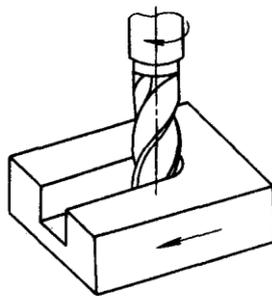

图 C-90 用立铣刀铣半通槽
2. 用立铣刀铣半通槽和封闭槽(图 C-90、图 C91) 用立铣刀铣半通槽时，所选择的立铣刀直径应等于或小于槽的宽度。由于立铣刀刚性较差，铣削时容易产生“偏让”现象，加工的槽深度较深时，应分几次铣到要求深度，以免因受力过大引起铣刀折断，深度铣好后，再将槽两侧扩铣到尺寸。扩铣时应避免顺铣，防止损坏铣刀和啃伤工件。